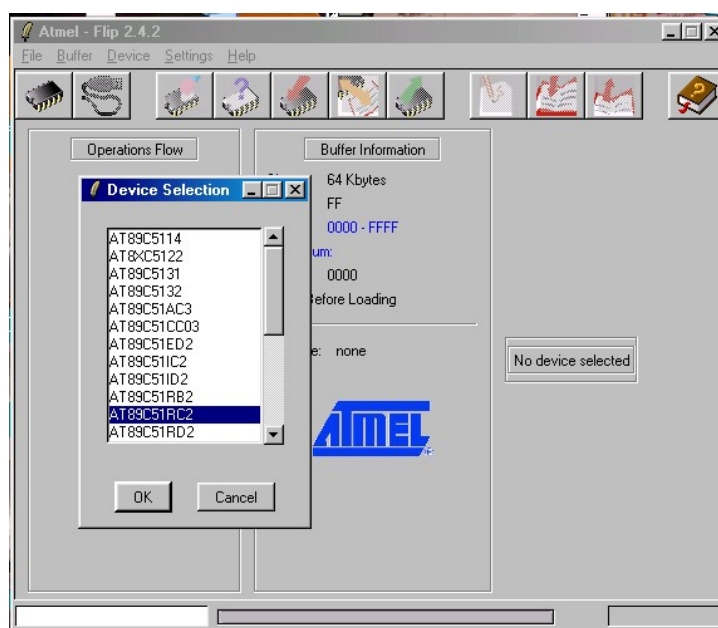

Рисунок 28:
- 9) Выбрать тип микроконтроллера AT89C51RC2 (*Device*→*Select*→*AT89C51RC2*) (см. рис. 28).